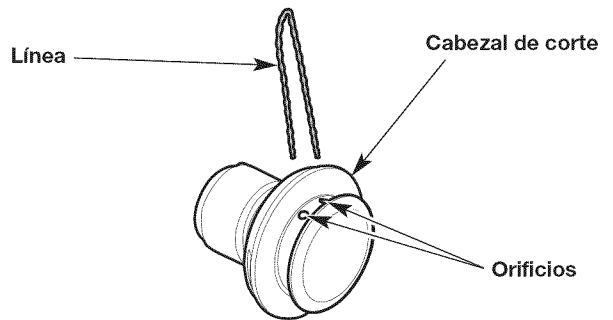
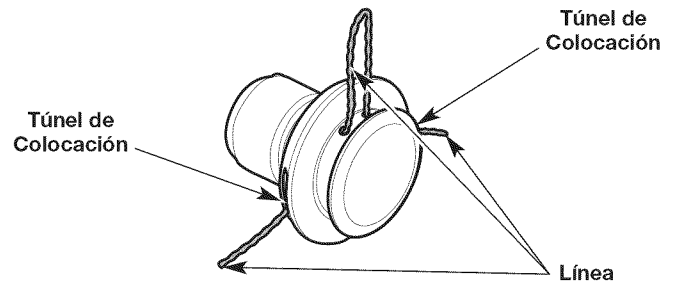

Fig. 19
Fig. 20
3. Inserte los extremos del nuevo hilo de recorte dentro de los orificios del cabezal de corte (Fig. 19). Empuje el hilo a través de los orificios hasta que ambos extremos sobresalgan de los conductos de posicionamiento (Fig. 20).